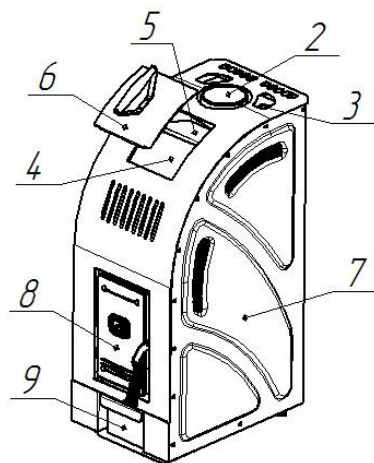

Рисунок 16. Конструкция печи-каменки «Лагуна ТУ (2018)»
Дверца печи с укороченным топливным каналом (7) рис. 16 снабжена ручкой с системой запираания.